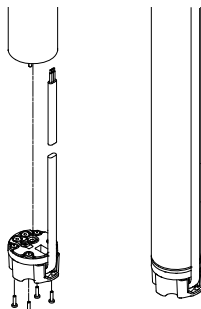

Fig. 8
4. Pres kabelstikket på motorstikket. Kabelstikket kan ikke monteres forkert. Se fig. 8.
5. Monér og spænd de fire skruer (1 - 1,5 Nm). Se fig. 8.